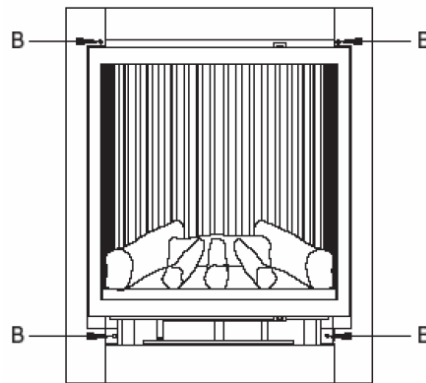

Fig.10
- 2) Verwijder het achterkader door 4 schroeven B (fig. 10) los te draaien.